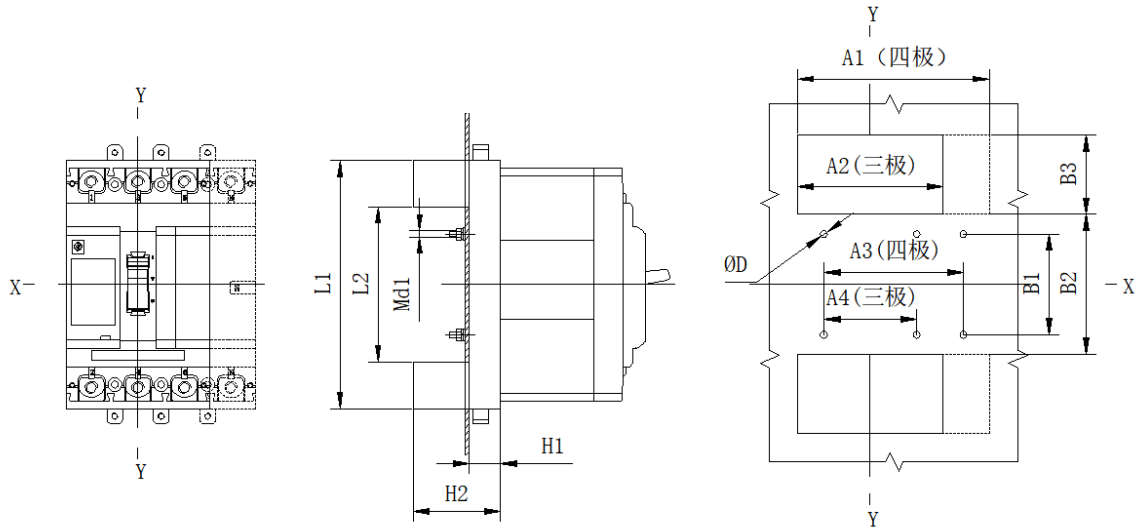

图 6
5.5 插入式板后接线外形及安装、开孔尺寸见图 6、表 12